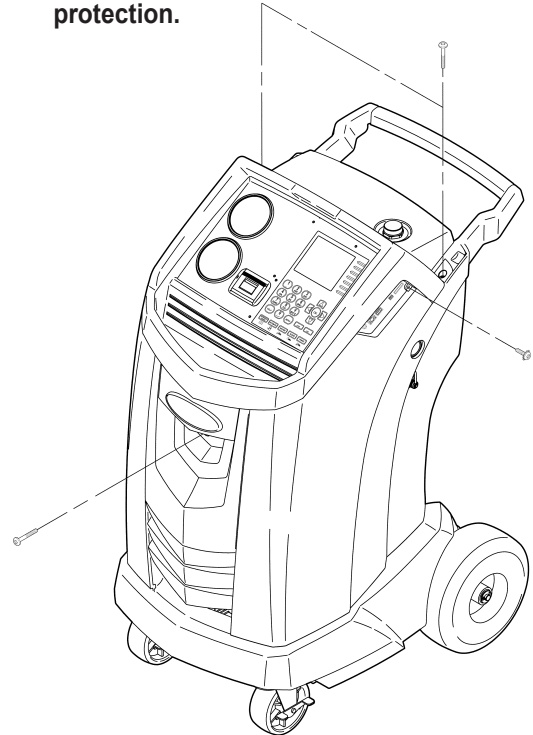

Figure 22
2. Retirez la bouteille d'huile et les quatre vis maintenant le capot de protection. Reportez-vous à la Figure 22. Accrochez le capot de protection à l'arrière de la machine.